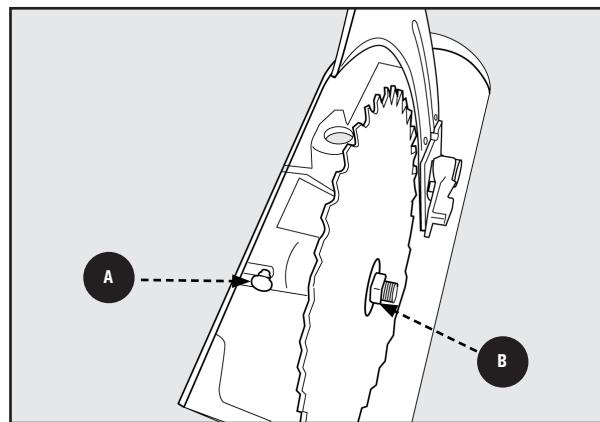

Figure 36
2. Appuyez et maintenez enfoncé le bouton de verrouillage de l'arbre **A** montré à la Figure 36.